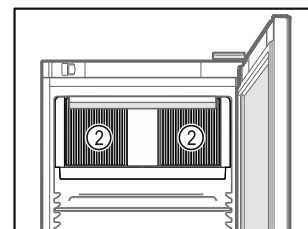

Fig. 60
- ❑ A belső térben lévő keringető ventilátor szellőzőnyílásait Fig. 60 (2) tartsa szabadon.